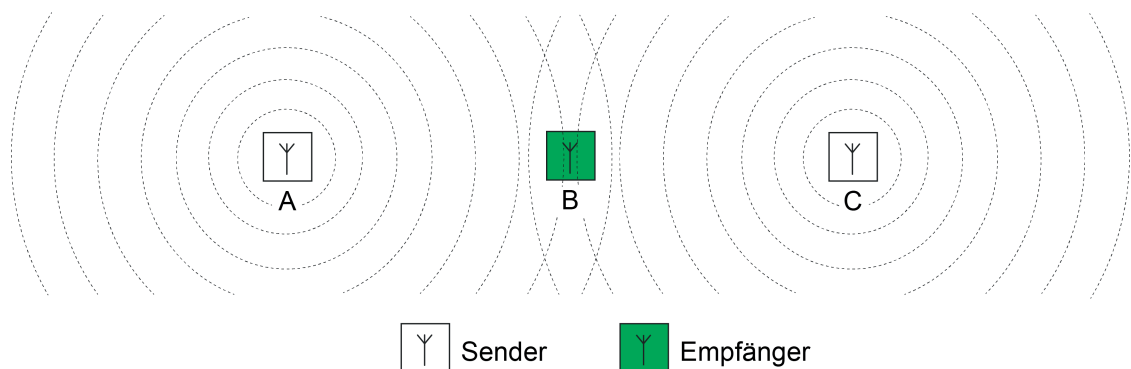

Bild 2: Funkkollisionen am Empfänger durch räumlich weit entfernte Sender
Durch die beschriebenen Sendeverfahren zur Steuerung des Medienzugriffs werden Funkkollisionen in einer KNX RF Umgebung meist verhindert, nicht jedoch vollständig vermieden. So kann es beispielsweise sein, dass bei einer Übertragung zwischen einem RF-Sender (A) und einem RF-Empfänger (B) ein zusätzlicher RF-Sender (C) vorhanden ist, der innerhalb der Reichweite des RF-Empfängers liegt, nicht jedoch den anderen RF-Sender erreichen kann aufgrund der räumlichen Entfernung (Bild 2). In solch einem Fall ist es für die beiden RF-Sender unmöglich zu erkennen, wann einer von beiden Funksignalen aussendet (Hidden-Station-Problem). Folglich können beim Empfänger, der in Reichweite beider RF-Sender liegt, Funkkollisionen auftreten.